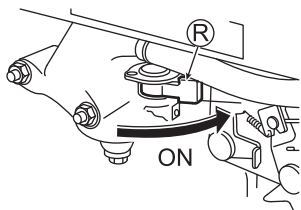

Fig. 10
2 Placez le robinet de carburant (R) sur la position "ON" (MARCHE). (Voir Fig. 10)